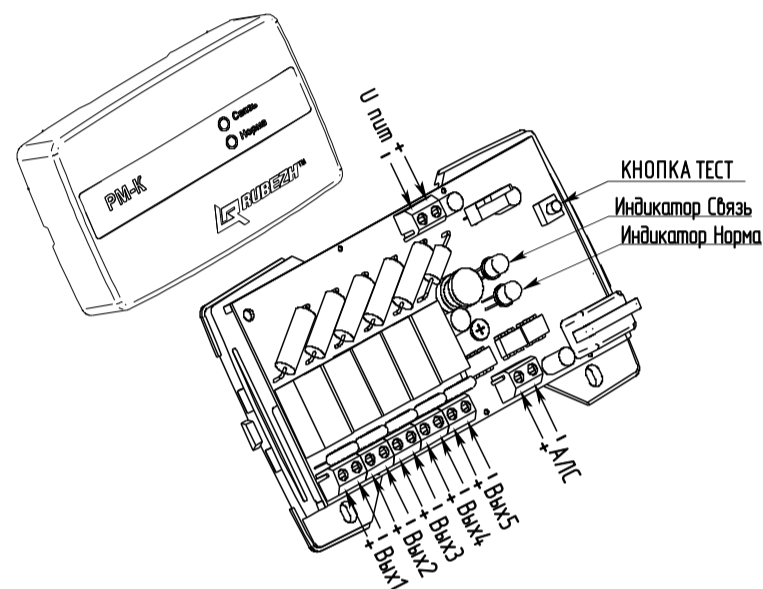

Рисунок 1
5.1 Конструктивно релейные модули выполнены в виде блока, состоящего из пластмассового корпуса (основание и крышка), внутри которого размещена плата с радиоэлементами (Рисунок 1).
7.4 Для конфигурирования релейного модуля, подключенного к АЛС, начальный адрес которого неизвестен, необходимо зайти в меню прибора, выбрать пункт **Настройка (Конфигурация) => Сервис => Адресация устройств** и нажать кнопку **ТЕСТ** на релейном модуле (Рисунок 1). На экране прибора откроется меню параметров релейного модуля: